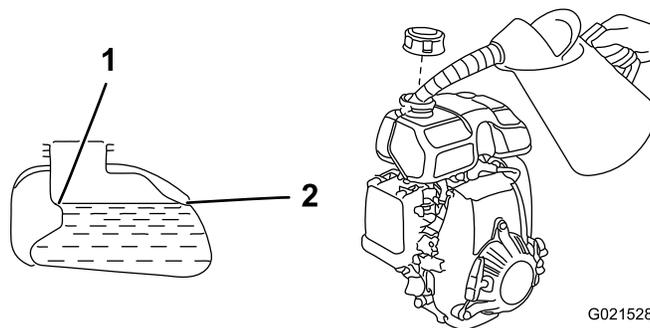

Figure 14
3. Versez de l'essence dans le réservoir de carburant jusqu'à ce que le niveau atteigne le repère de niveau, comme montré à la Figure 14.
4. Revissez fermement le bouchon du réservoir de carburant (Figure 14).